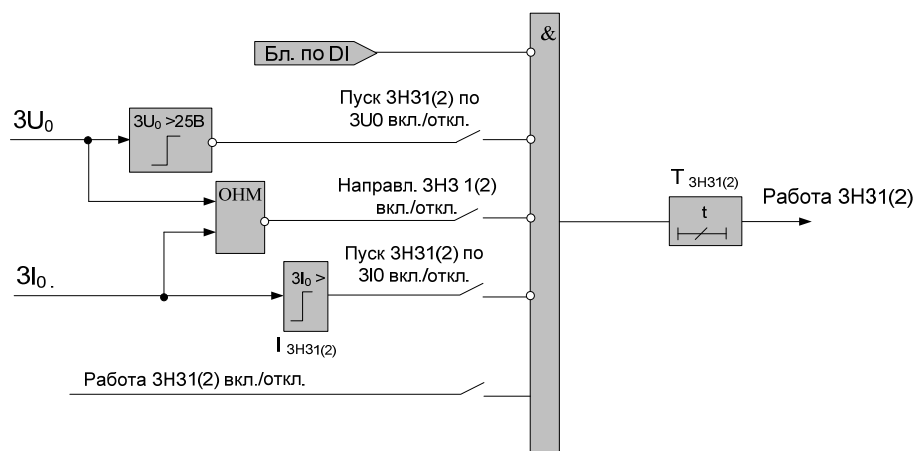

Рисунок 21 – Функциональная схема ЗНЗ1(2)
Функциональная схема ЗНЗ1(2) изображена на рис.21.